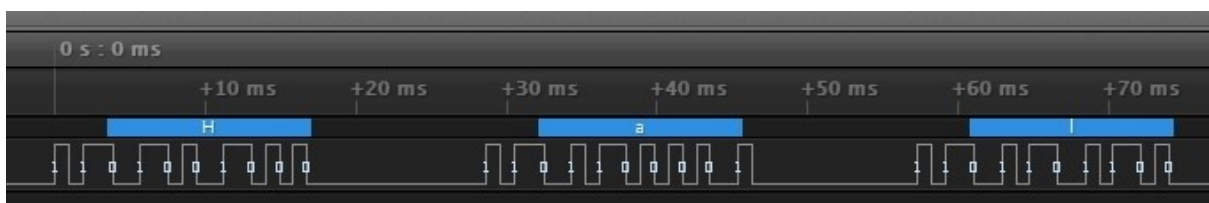
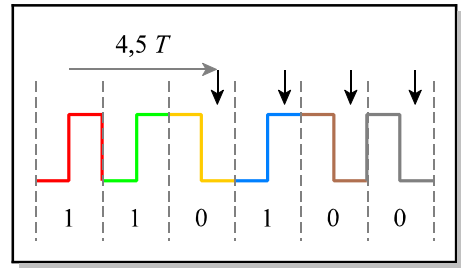

Abb. 1
Abb. 2
In der folgenden Abbildung 1 sehen wir das Diagramm für ein typisches Manchester-Code-Signal: Hier wurden mit den drei Bytes die ASCII-Codes für die Zeichen 'H', 'a' und 'l' übertragen; dabei ist in diesem Diagramm nur das niederfrequente Modulationssignal zu sehen. Zunächst werden wir uns nur um dieses niederfrequente Signal kümmern; erst in dem Abschnitt 4 werden wir das tatsächlich ausgesandte HF-Signal betrachten.
Das Diagramm in Abb. 1 wurde mit dem Logic Analyzer *Saleae Logic* aufgezeichnet. Dieses Programm kann Manchester-Code-Signale dekodieren. Die Nullen und Einsen befinden sich hier ganz bewusst **auf** den Flanken: Der Manchester-Code ist nämlich Flanken-basiert; eine steigende Flanke steht für eine 1, eine fallende Flanke für 0 (vgl. Abb. 2). Bei RC-5 ist das Bit-Intervall 1,778 μ s lang. Die Flanke, welche den Bitwert festlegt, liegt genau in der Mitte dieses Intervalls.
2. Das Signal für den Payload (Nutzlast, in unserem Fall ein einziges Byte) beginnt nach einer Zeitspanne von $3T$ nach dem Registrieren des ersten 1-Signals. Die jeweiligen Bitwerte des Payloads ergeben sich für den Empfänger dann einfach aus dem jeweiligen Signalzustand bei den in Abb. 2 mit einem senkrechten Pfeil markierten Zeitpunkten. Diese befinden sich gerade bei $4,5T$; $6,5T$; $8,5T$... nach dem Registrieren der ersten steigenden Flanke (der Präambel).
Wir starten nun unser Sende-Programm und geben eine (kurze) Zeichenkette ein. Gleich nach der Eingabe starten wir die Aufzeichnung beim Analyzer. Innerhalb der im Sendeprogramm angegebenen Wartezeit von 3 s beginnt der Messvorgang und ein Diagramm wie in Abb. 1 sollte (bei entsprechender Vergrößerung) erscheinen.